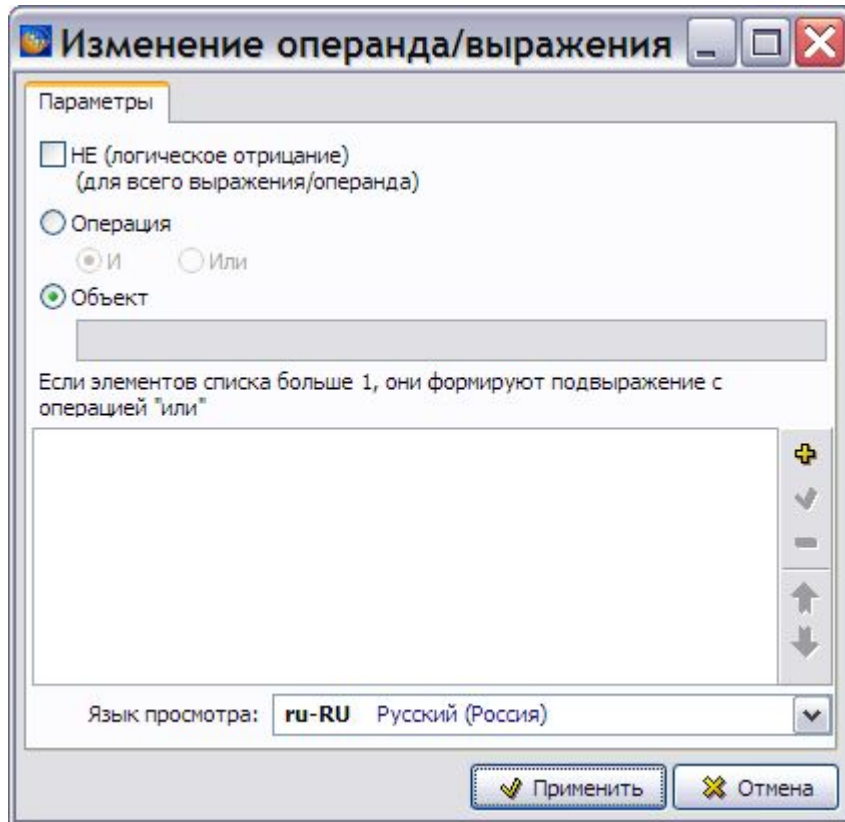

Рис. 10.29
4. В открывшемся окне **Изменение операнда/выражения** выберите радиокнопку **Объект**, если она не была выбрана по умолчанию (Рис. 10.29).